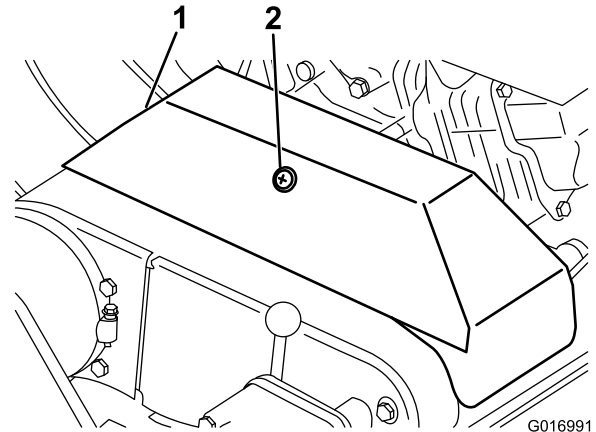

図 43
2. V ベルトカバーを固定しているリテーナをゆるめて、カバーを開ける（図 43）。
2. V ベルトカバーを固定しているリテーナをゆるめて、カバーを開ける (図 43)。